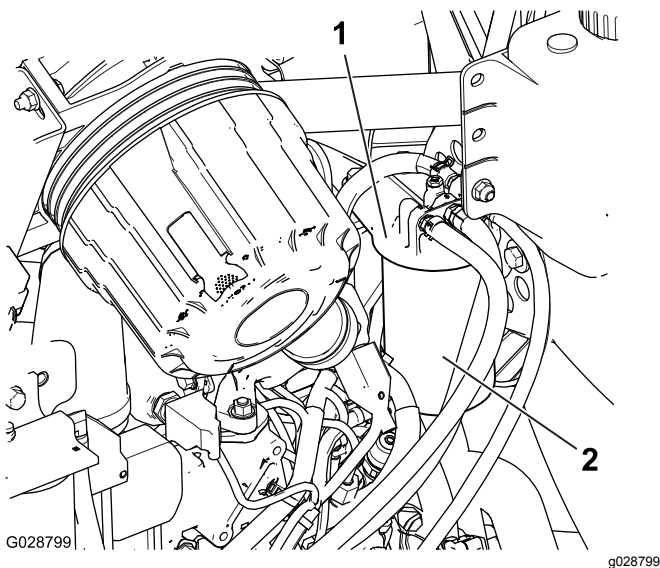

Figura 45
1. Limpie la zona alrededor de la cabeza del filtro de combustible (Figura 45).